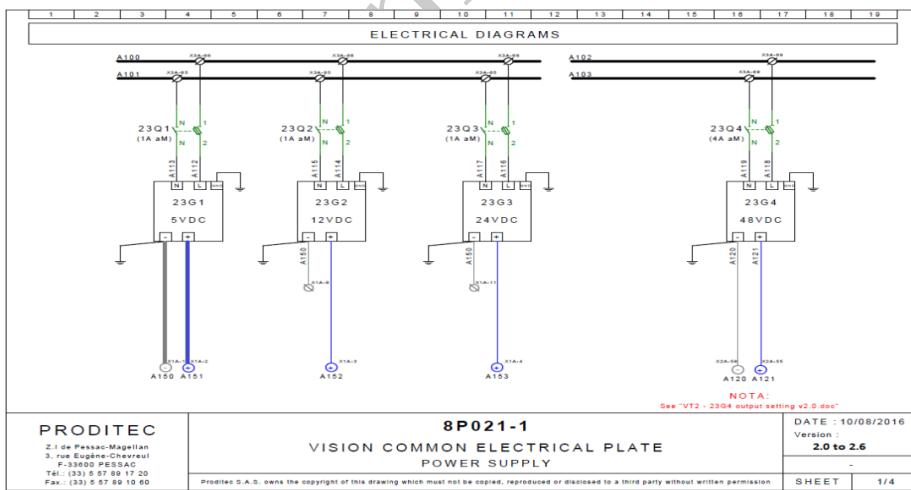

FIGURE 28.3 – Diagramme Electrique V2.0
- Les câbles doivent être numérotés 150 pour le 0V et 151 pour le 5V et raccordés comme montré sur les diagrammes électriques montrés en Fig. 28.3 et Fig. 28.3 selon la version présente.